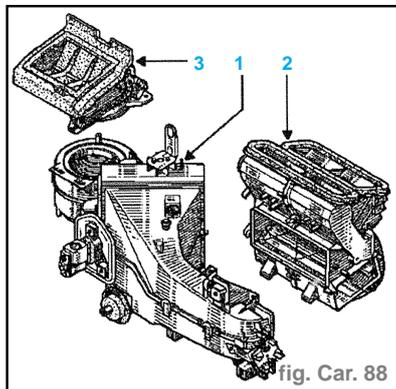

fig. Car. 88
- Sortir l'ensemble climatiseur et séparer le bloc évaporateur (1) du boîtier répartiteur (2) et du boîtier d'entrée d'air (3). (fig. Car. 88)